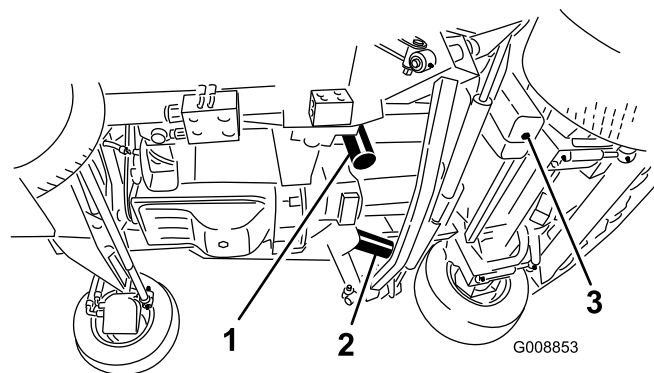

Figure 90
3. Retirez le bouchon de vidange (Figure 90) situé sur le côté du réservoir et laissez l'huile s'écouler dans le bac de vidange. Remettez le bouchon de vidange en place lorsque la vidange est terminée.
4. Nettoyez la surface autour des surfaces de montage des filtres. Placez un bac de vidange sous le filtre et enlevez le filtre (Figure 90).